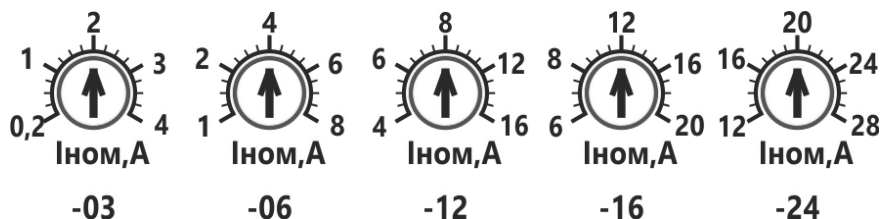

Рисунок 6 Диапазоны настройки **Ином** для моделей 03А, 06А, 12А, 16А, 24А
1.7.2 Потенциометр «**Ином,А**» используется для настройки номинального тока электродвигателя, который используется в качестве базового для функций защит электродвигателя и плавного пуска. Диапазоны настройки потенциометров для исполнений по току БСТ2-...-03, -06, -12, -16, -24 приведены на рис.6.